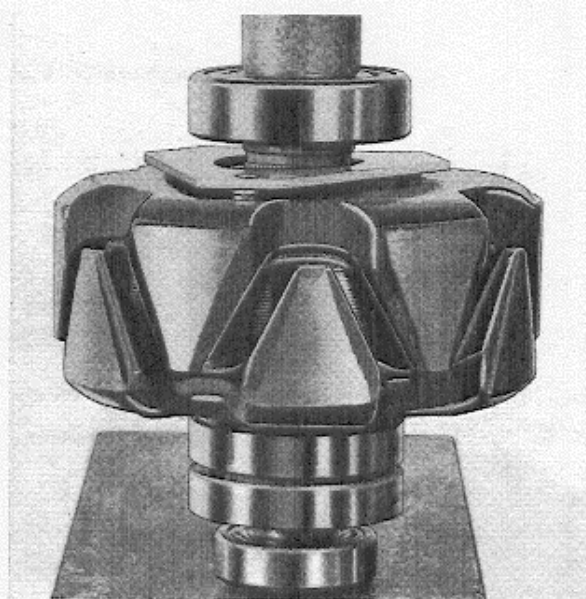

Abb. 36 Einbau des Lagers
2. Lager mit Hilfe einer Rohrhülse, die gegen den Innenring des Lagers drückt, aufpressen (Abb. 36).